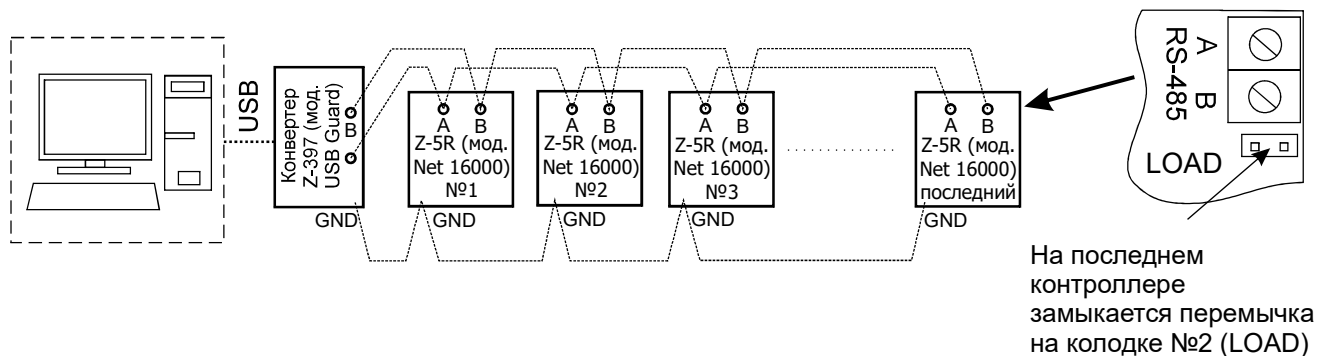

Рис.5 Вариант подключения контроллеров к ПК при работе в сетевом режиме
- Б. Вход** - по картам стандарта EM-Marine, **выход** - с помощью кнопки открывания замка (см. рис.5):